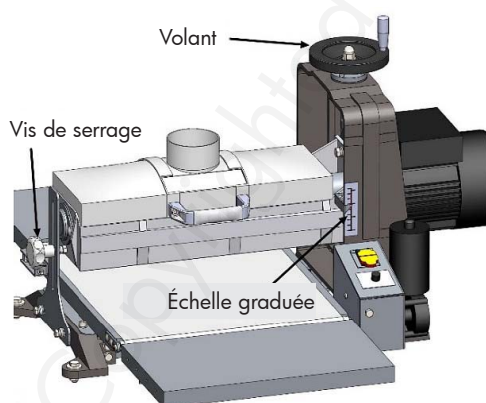

Fig. 19 : Réglage de la hauteur
1. Desserrez la vis de serrage (figure 19).
3. Une fois que la bonne profondeur de passe pour votre usinage est réglée, resserrez la vis de serrage (figure 19).